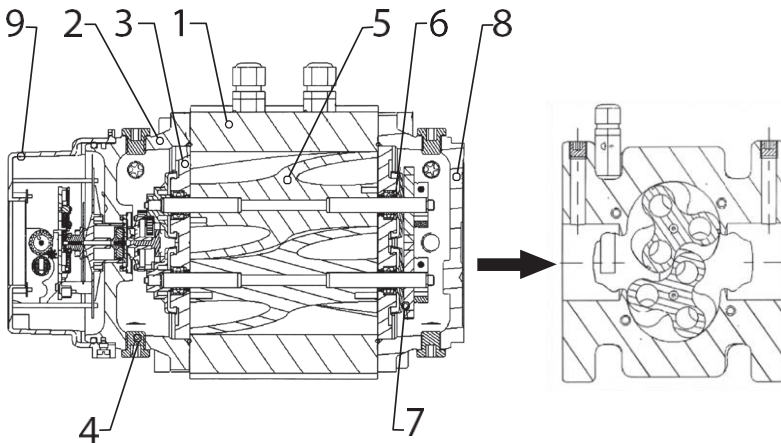

Рисунок 11. Лічильник Delta™ S-Flow™
2.7 Параметри фланцевих з'єднань лічильників (рис. 11 і рис. 12) наведені в таблиці 9.